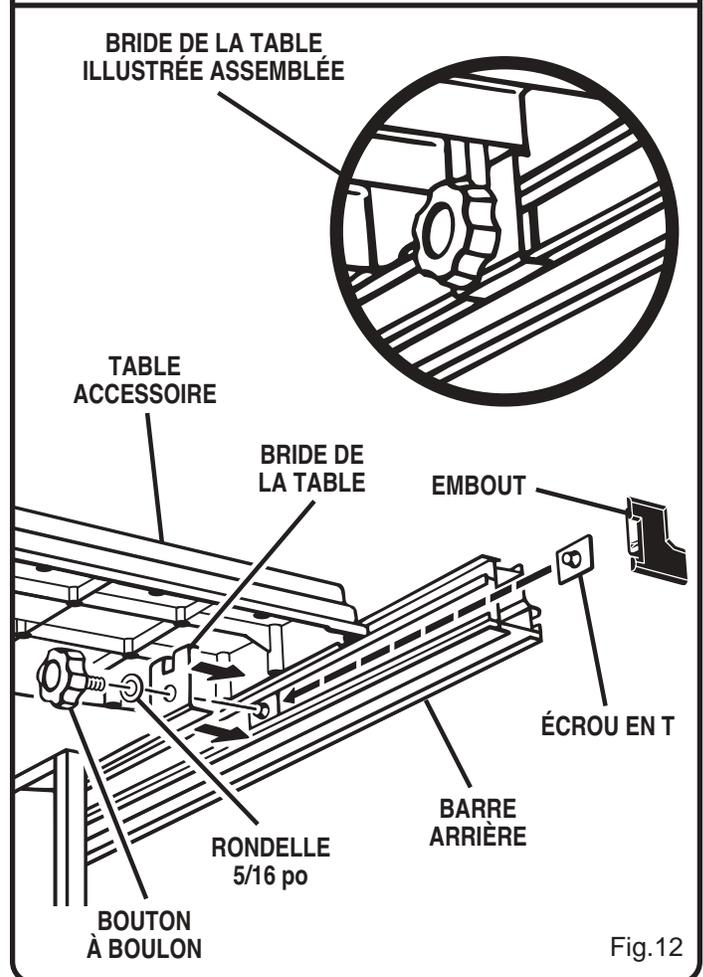

Fig.12
- Enlevez l'embout de la barre de guidage arrière comme l'illustre la figure 12.